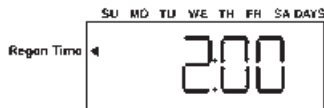

fig.13
- Con los pulsadores **↓↑** seleccionar la hora deseada para la regeneración (fig.13)